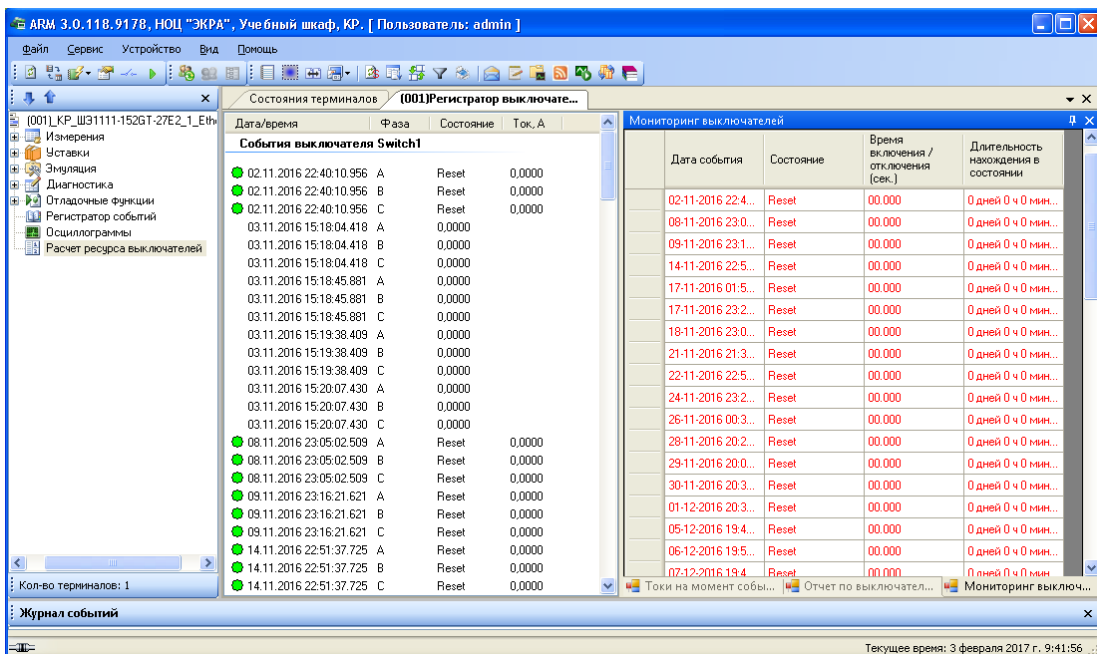

Рисунок 6.136
– Мониторинг выключателей – отображает временные параметры выключателей (см. рисунок 6.136).